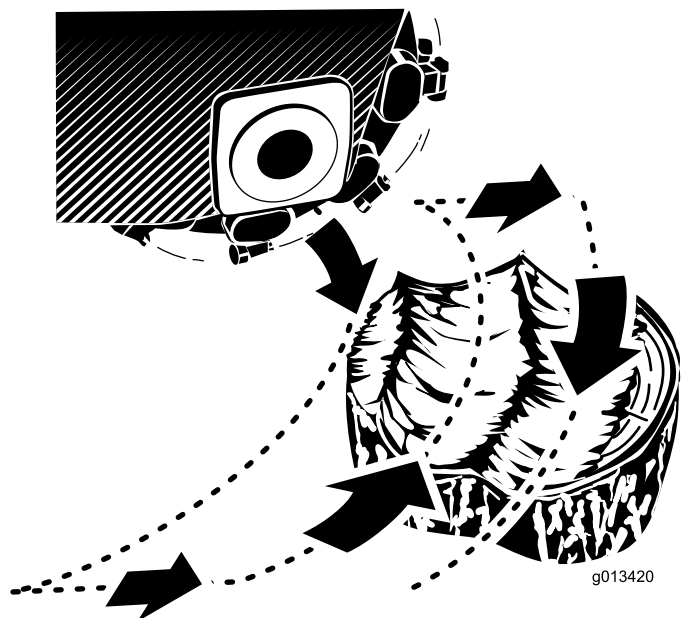

Bild 22
2. Positionieren Sie die Fräse mit dem Fräsensteuerhebel und dem Fahrtriebshebel zu einer Seite an der Vorderseite des Baumstumpfs, ca. 2,5 cm unter der Oberfläche (Bild 22).
4. Pendel Sie die Fräse langsam mit dem Fräsensteuerhebel über die Oberfläche des Baumstumpfs und schneiden Sie Splitter ab (Bild 22).
5. Bewegen Sie die Maschine ein paar Zentimeter nach vorne und wiederholen Sie Schritt 4 (Bild 22).
6. Wiederholen Sie die Schritte 4 bis 5, bis Sie die ganze Oberfläche des Baumstumpfs abgefräst haben (Bild 22).